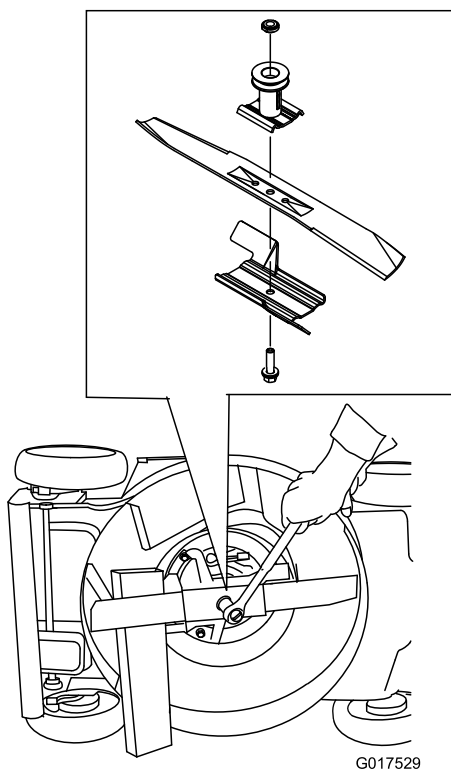

Figure 29
3. Immobilisez la lame avec un morceau de bois (Figure 29).